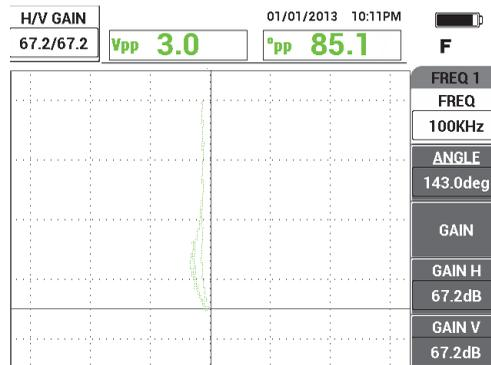

Figure 5-35 Réglage du gain vertical
5. Appuyez une fois sur la touche GAIN (**dB**), et puis réglez le paramètre **GAIN H/V** pour que le signal de l'encoche atteigne environ 90% de la hauteur de l'écran (voir la Figure 5-35 à la page 162).